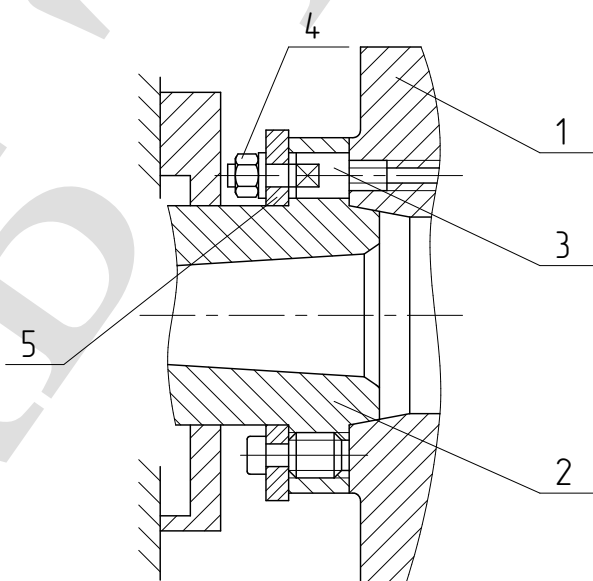

Рис. 16. Установка патрона
На станке может устанавливаться трехкулачковый патрон диаметром 250 мм. При поставке обычно станок оснащается патроном с электромеханическим приводом. Установка ручного трехкулачкового патрона показана на рис. 16. Патрон 1 центрируется на наружном корпусе шпинделя 2 и притягивается к торцу шпинделя винтами 3 с гайками 4 посредством шайбового кольца 5.
7.18.1. Регулировка натяжения ремня (см. рис. 16). Перемещение плиты 1 регулируется вращением гаек 2 на тяге 3.